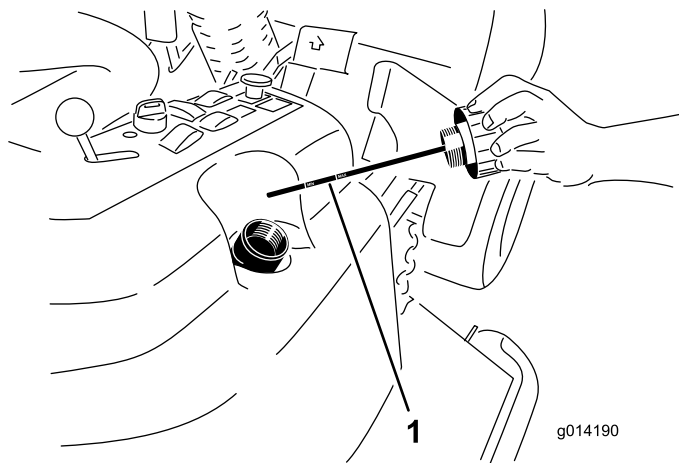

Рисунок 49
2. Снимите крышку (Рисунок 49) с маслобака.
3. Извлеките масляный щуп и протрите его чистой ветошью (Рисунок 49).
4. Вставьте масляный щуп в заливную горловину до отказа; затем извлеките его и проверьте уровень жидкости (Рисунок 49).